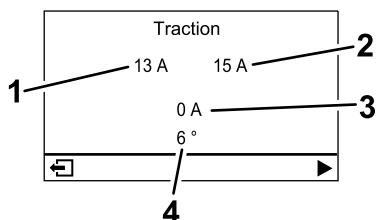

図 22
- トラクションモーター画面 (図 22): 現在のステアリング角度と各トラクションモーターに割り当てられたアンペア数が表示されます。